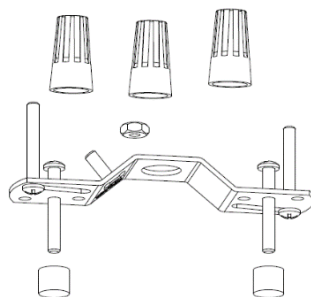

Figure 2
2. Retirez les composants du projecteur et les pièces détachées de la boîte en carton et vérifiez que les fils noir, blanc et cuivre sortent de l'arrière du projecteur (la version MVOLT aura également des fils rose et violet). Vérifiez que toutes les pièces sont incluses, comme indiqué dans la *Figure 2* et le *Tableau 1*.